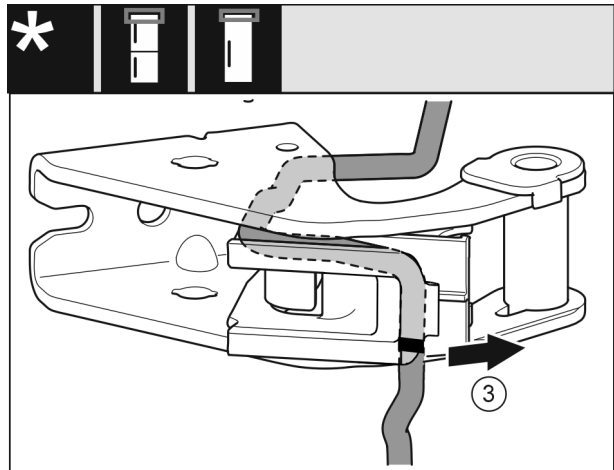

Fig. 27
- ▶ Afmonter kablet med kabelholderen fra hængselkonsollen. Fig. 27 (3)